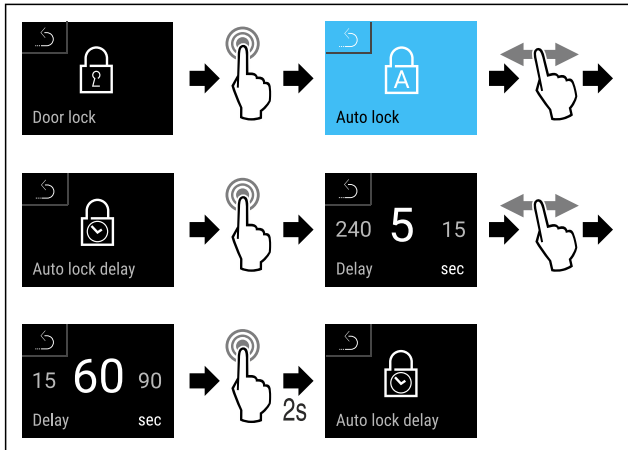

Fig. 82 Il est possible de régler les valeurs suivantes : 5, 15, 60, 90, 120, 180 et 240 secondes
- ▶ Suivre les étapes (voir Fig. 82) .